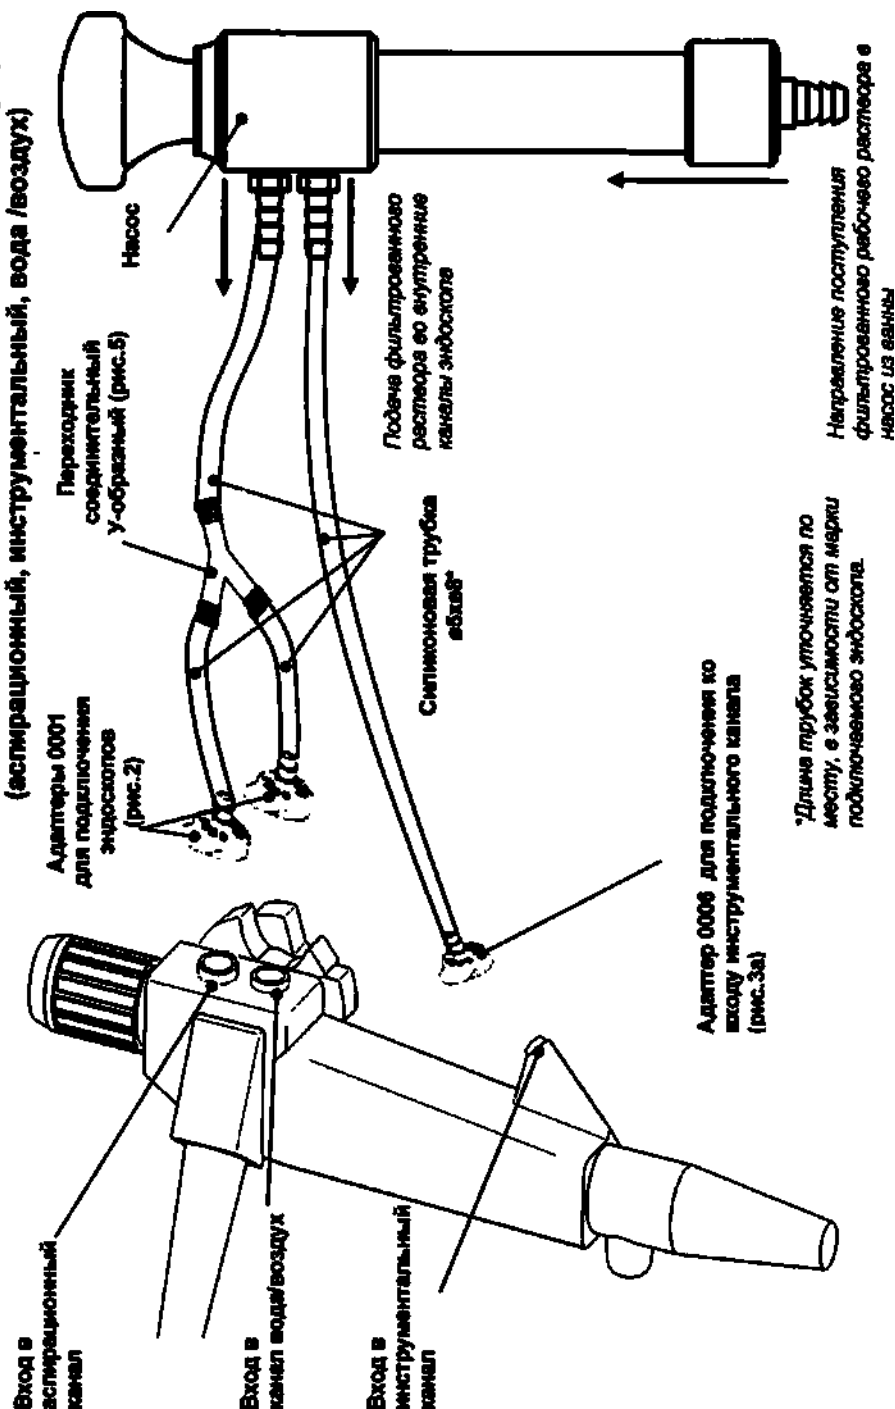
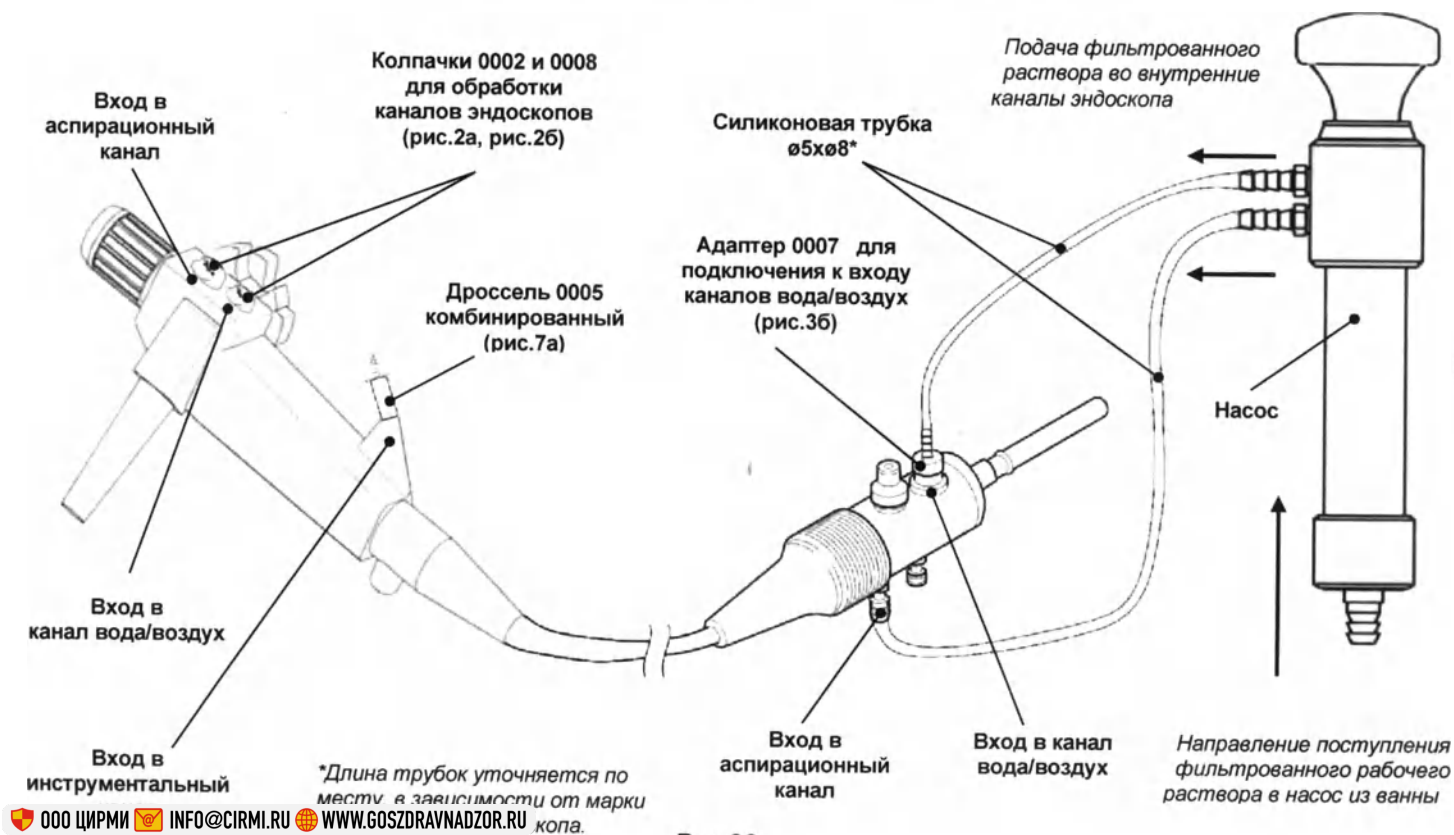

Рис.29
Рис.30
- Подключение насоса к эндоскопу с каналами: вода/воздух, аспирационный и инструментальный выполняется при помощи трубок и адаптеров, входящих в комплект поставки установки (рис. 29 и рис.30).
- Подключение насоса к эндоскопу с каналами: вода/воздух, аспирационный, инструментальный и одним дополнительным каналом выполняется при помощи трубок, наконечников LUER-LOCK (входящих в комплект поставки установки) и приспособлений для ручной обработки эндоскопов (входящих в комплект поставки эндоскопа) (рис. 29а и рис.30а).
Рис.29а
Рис. 30а